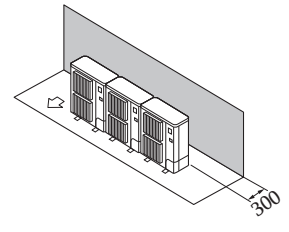

Fig. 2-8
① Շրջապատող իրեր՝ միայն հետևի մասում (Fig. 2-8)